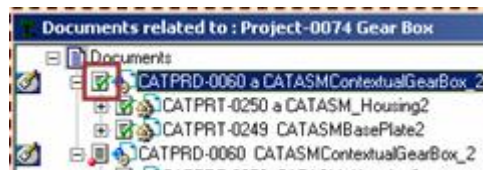

Рис. 13.3. Состояние «Release».
6. Когда операция выполнена, значок стадии ЖЦ изменяется в дереве. Документ сохраняется в хранилище «Released» (рис.13.3)